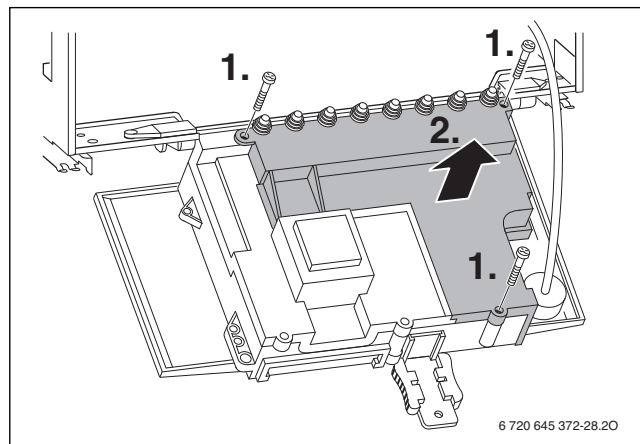

Fig. 64
I fusibili di ricambio si trovano sul retro della copertura del quadro comandi (→ fig. 64).
- Svitare le viti di fissaggio ed estrarre la copertura posteriore (→ fig. 64).